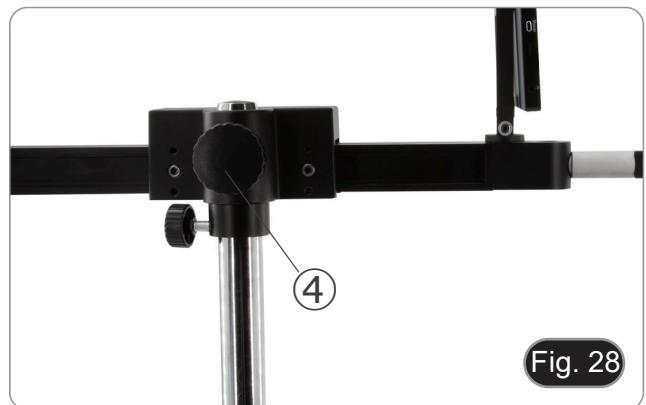

Fig. 28
1. Afloje la perilla de fijación del brazo horizontal ④ y gire el brazo, luego vuelva a apretar la perilla. (Fig. 28)